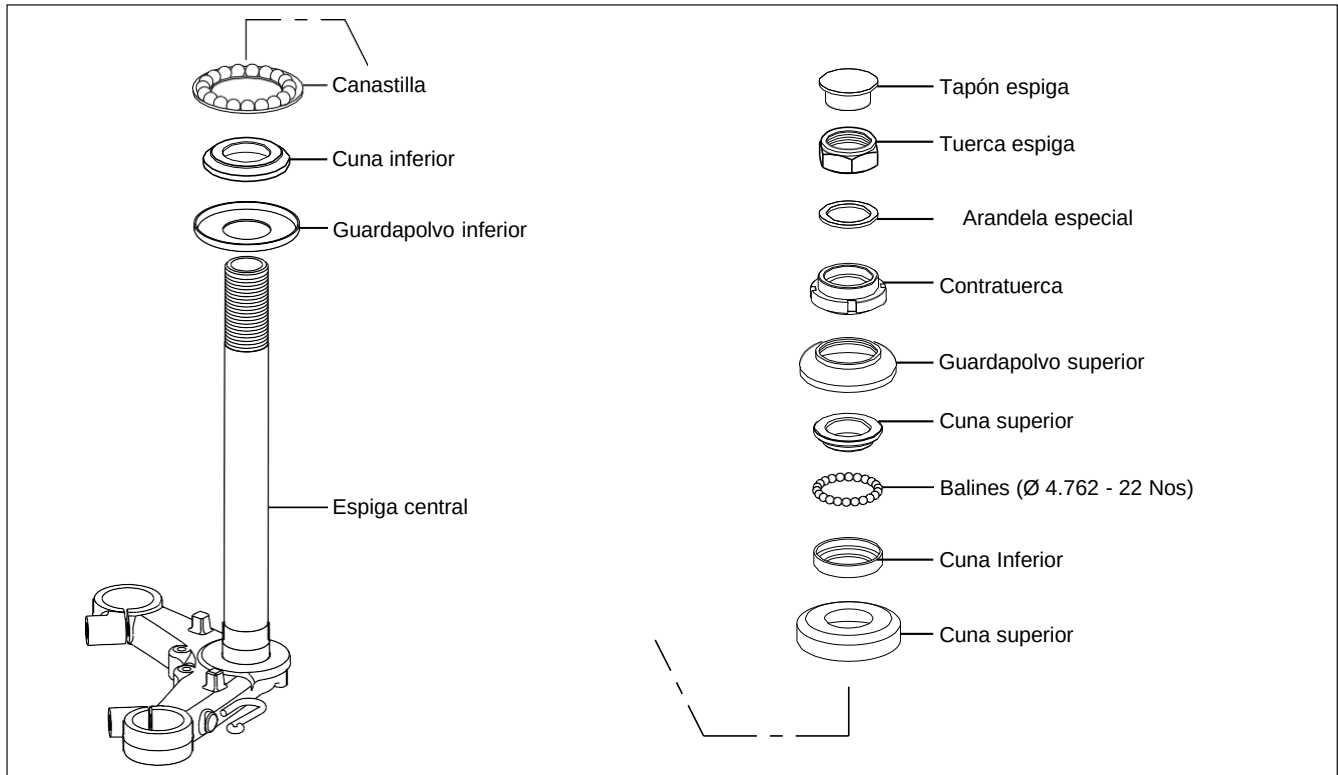

Fig. 6.76
- Consulte la vista explosionada de la espiga para obtener detalles del ensamble. (Fig. 6.76)